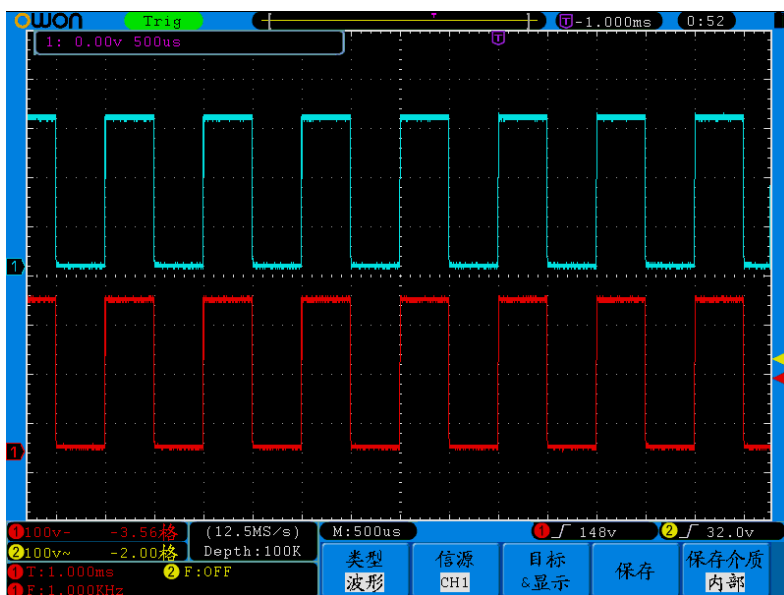

图 5-35：波形储存
- 调出波形**：按 **H3** 键，屏幕右侧出现 **目标&显示** 菜单，按 **F1** 键，并转动 **通用** 按钮选择目标为 **1**，按 **F2** 键选择 **显示** 为 **开启**，则屏幕显示目标1存储的波形，左上角显示地址编号及波形相关信息。见图5-35：